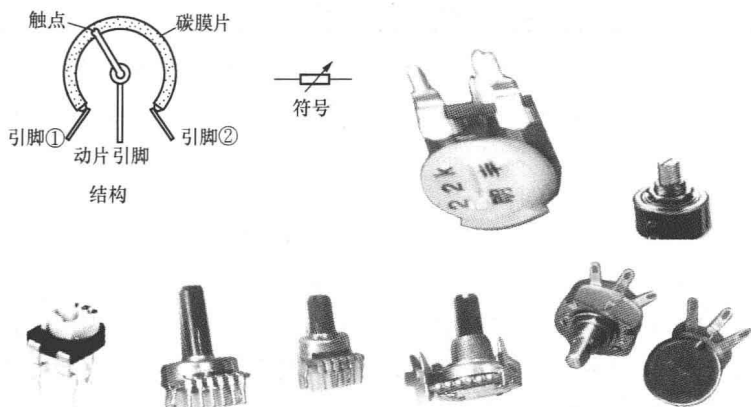

图 1-3 常用可变电阻器电路符号及实物外形
常用可变电阻器的结构符号及实物外形如图 1-3 所示。
从图 1-3 中可以看出, 可变电阻器的两根固定引脚接在碳膜体两端, 碳膜体是一个电阻体, 在两根引脚之间有一个固定的电阻值。动片引脚上的触点可以在碳膜上滑动, 这样动片引脚与两固定引脚之间的阻值将发生大小改变。当动片触点顺时针方向滑动时, 动片引脚与引脚①之间阻值增大, 与引脚②之间阻值减小。反之, 动片触点逆时针方向滑动, 引脚间阻值反方向变化。在动片滑动时, 引脚①、②之间的阻值是不变化的, 但是如若动片引脚与引脚②或引脚①相连通后, 动片滑动时引脚①、②之间的阻值便发生了改变。可变电阻器的阻值是指两个固定引脚之间的电阻值, 也就是可变电阻器可以达到的最大电阻值, 可变电阻器的最小阻值为零(通过调节动片引脚的旋钮)。可变电阻器的阻值直接标在电阻器身上。
图 1-3 中带开关的电位器是组合电位器, 其中三根引脚装置在一处, 两根引脚为固定引脚, 一根为动片引脚, 开关引脚装置在另一处, 通常是装在电位器的背面。这种带开关的电位器, 在转柄旋到最小位置后再旋转一下, 便将开关断开。在开关接通之后, 调节电位器过程中对开关便没有影响, 一直处于接通状态。图 1-3 中的旋转式电位器又有同心同轴(调整时两个电位器阻值同时变化)和同心异轴(单独调整)之分。直滑式电位器的特点是操纵柄往返作直线式滑动, 滑动时可调节阻值。